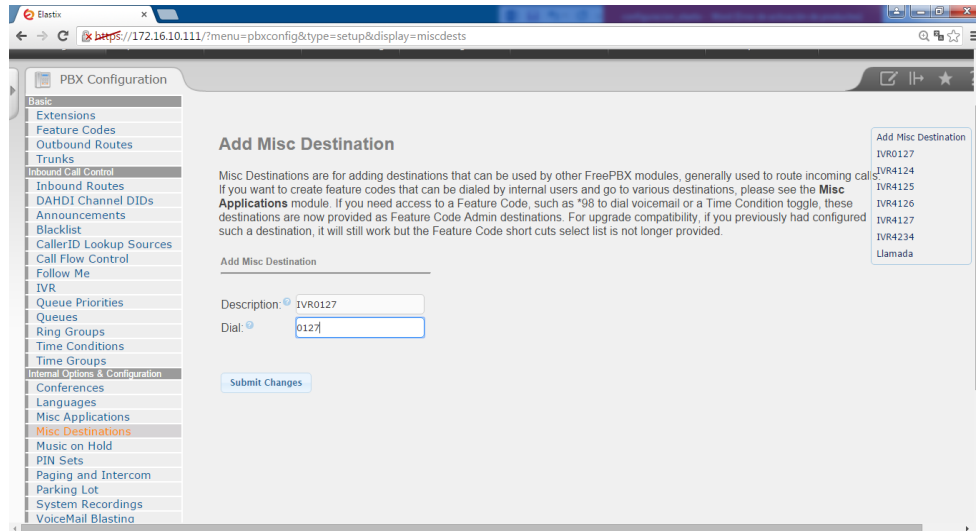

Figura 3.24 Definimos Description, Dial.
2. Definir Description, Dial como en la Figura 3.24 .